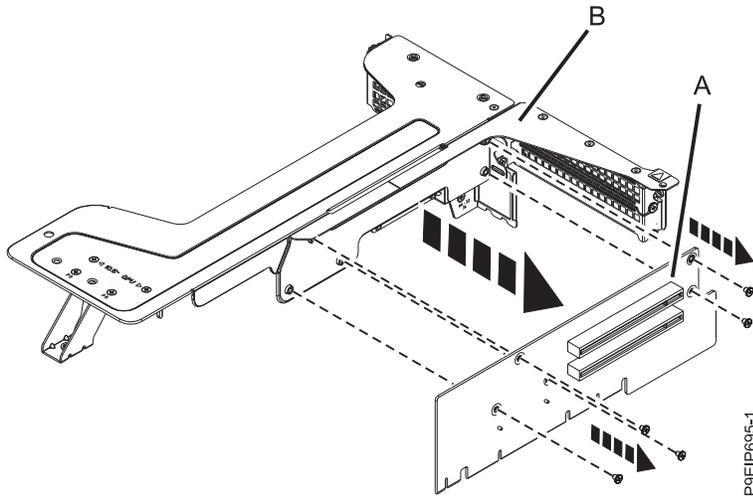

Figura 47. Extracción de la tarjeta de expansión de la posición 1
- i. Si debe sustituirse la tarjeta de expansión en la posición 1, extráigala del soporte de la tarjeta de expansión. Extraiga los cinco tornillos que fijan la tarjeta de expansión (A) al soporte de tarjeta de expansión (B), tal como se muestra en la Figura 47 en la página 47.